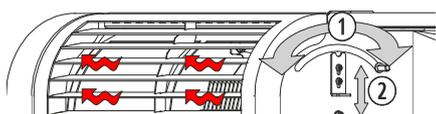
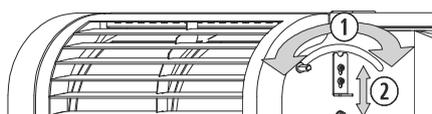
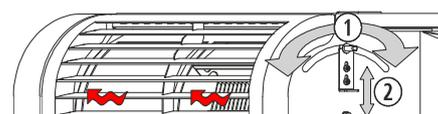

Figura 14
Figura 15
Figura 16
En el modelo *Kiev*, es posible configurar las salidas de aire de convección de la estufa según necesidad. A cada lateral de la estufa, se encuentra un vástago (①) que dependiendo de su posición, provocará que la estufa expulse el aire caliente por el frontal (vástago hacia atrás, *figura 14*), por la boca de canalización trasera (vástago hacia delante, *figura 15*) o una combinación de ambas salidas (vástago en posición intermedia, *figura 16*), utilizando la fijación (②) que permite mantener el vástago en posición intermedia.